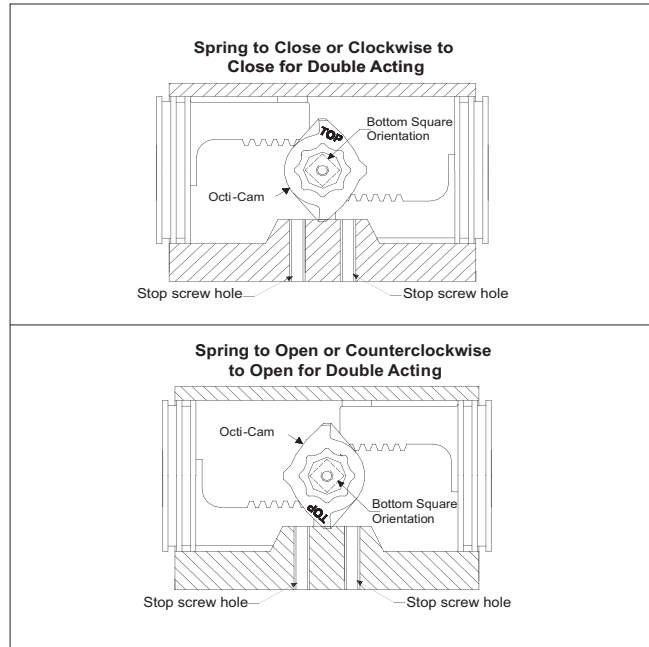

Figure 11. (Vue d'en haut)
- D. Vérifiez que l'Octi-Cam (1) est dans la bonne position par rapport aux trous de vis d'arrêt, comme indiqué à la (Figure 11).
LA FONCTION DE VERROUILLAGE PEUT ÊTRE RENDUE INOPÉRANTE PAR UNE OCTI-CAM MAL ALIGNÉE (VOIR **FIGURE 11**), CE QUI POURRAIT ENDOMMAGER L'ÉQUIPEMENT OU ENTRAÎNER DES BLESSURES ! IL EST RECOMMANDÉ DE PROCÉDER À DES ESSAIS FONCTIONNELS LORS DE L'INSTALLATION INITIALE DES DISPOSITIFS DE VERROUILLAGE ET APRÈS TOUT ENTRETIEN OU RÉPARATION, AFIN DE CONFIRMER L'EFFICACITÉ DE LA FONCTION DE VERROUILLAGE.